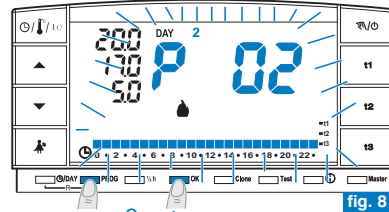

fig. 8
- Premere il tasto **PROG** per entrare in visualizzazione programmi, premere i tasti   (oppure PROG ad impulsi) sino a quando sul display appare il numero del programma che si vuole selezionare. I programmi **P 02 (inverno)** e **P 03 (estate)** come da impostazione di fabbrica, hanno tutti i digit sulla scala delle 24h riferiti alla temperatura di **t3** (Assenza) esempio in fig. 8.